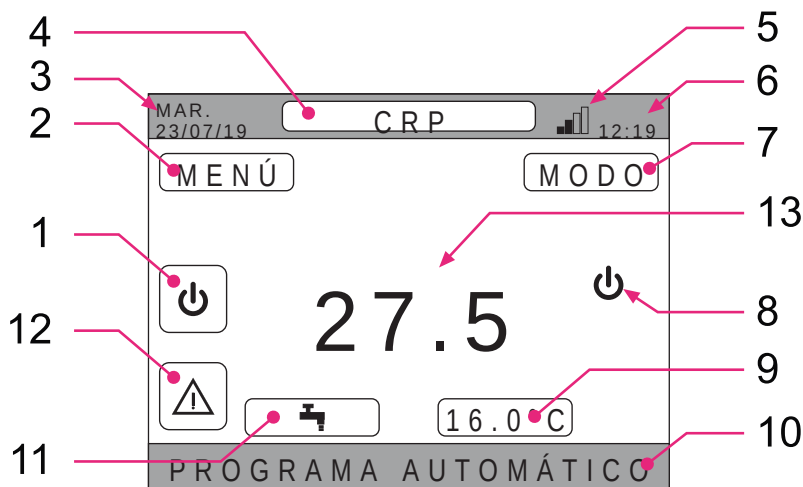

fig. 21 - Pantalla principal
Pulsando la tecla ✓ en el área activa “Sistema” (ref. 1 - fig. 21), se accede al menú desde el cual se puede modificar el estado de funcionamiento del sistema y activar o desactivar la función “Producción de agua caliente sanitaria” (menú ACS).
Pulsando la tecla ✓ en el área activa “MENÚ” (ref. 2 - fig. 21), es posible visualizar información del sistema y modificar algunos ajustes.
Pulsando varias veces la tecla ✓ en el área activa "Zona seleccionada/Cambio de zona" (ref. 4 - fig. 21), es posible desplazarse hasta la zona que se desea monitorizar o cuyos ajustes se desean modificar. El paso de una zona a otra se produce de forma cíclica entre todas las zonas configuradas.
Pulsando la tecla ✓ en el área activa “Consigna ambiente” (ref. 9 - fig. 21), es posible modificar el valor de consigna de la temperatura ambiente de la zona seleccionada.